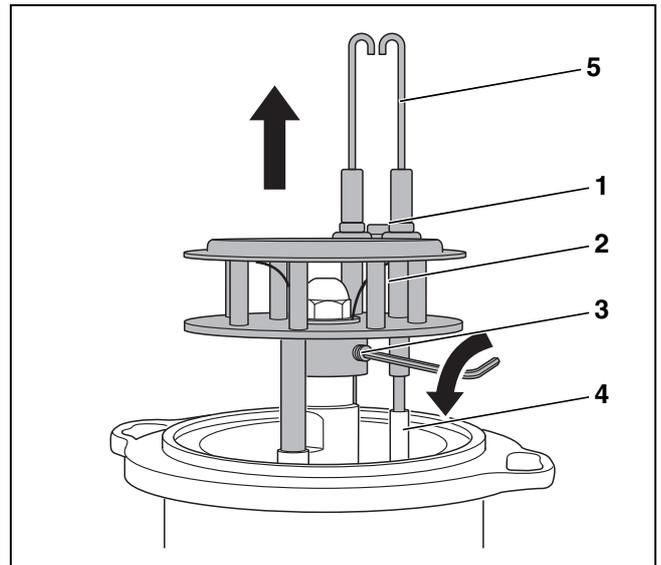

Bild 31 Mischsystem demontieren
- ▶ Zündleitungen (→ Bild 31, [4]) abziehen.
- ▶ Zündelektrode (→ Bild 31, [5]) ausbauen.
- ▶ Gewindestift (→ Bild 31, [3], Seite 17) lösen und Mischsystem (→ Bild 31, [2], Seite 17) nach oben abziehen.